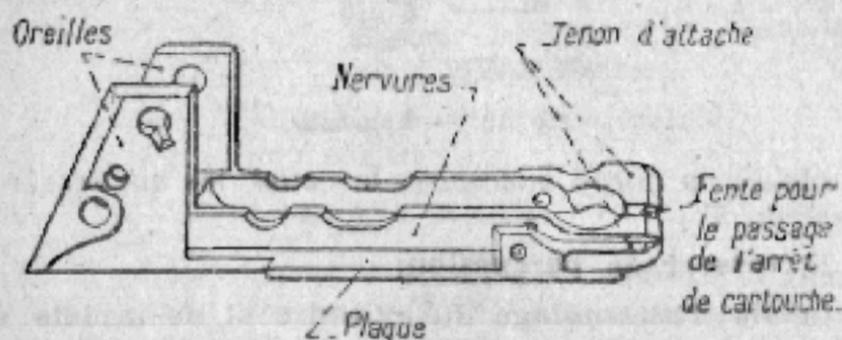

Fig. 14. — Corps de mécanisme de répétition.
79. Le corps de mécanisme (fig. 14), qui comprend :